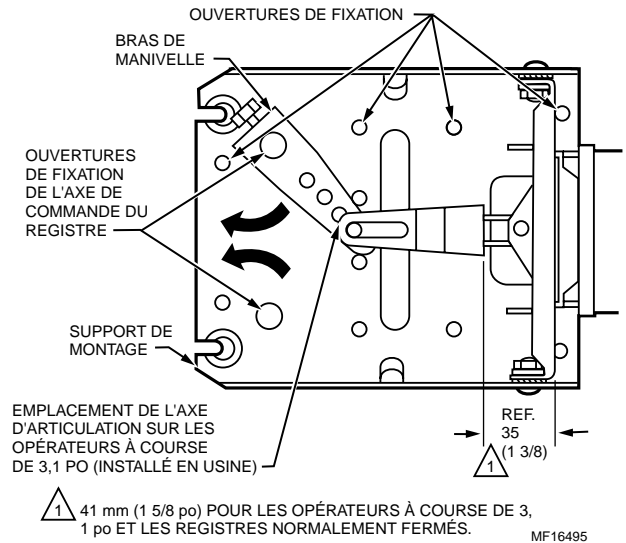

Fig. 9. Montage externe sur un support à tourillon.
5. Installer l'actionneur de façon à ce que l'ouverture de l'arbre (Fig. 9) du support de montage soit par-dessus l'axe de commande. La flèche qui entoure l'ouverture sur le support de montage devrait correspondre au sens de rotation établi à l'étape 3.
2. Retirer l'axe d'articulation, la rondelle et l'attache (Fig. 9).